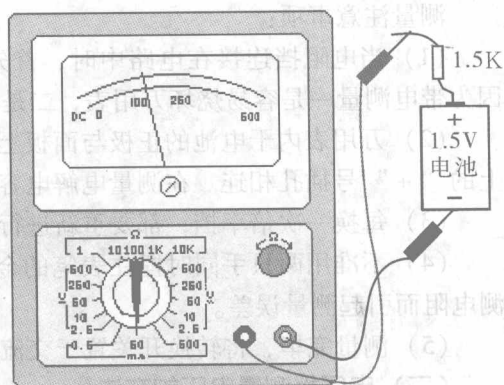

图 1.1.5 电流挡测直流电流
3. 电流挡测量电流的方法 万用表除了进行电阻、电压的测量之外, 常用的另一个功能就是测量电流。MF47 型万用表只能测量直流电流, 不能进行交流电流的测量 (因为交流电流测量所需场合较少), 如图 1.1.5 所示。